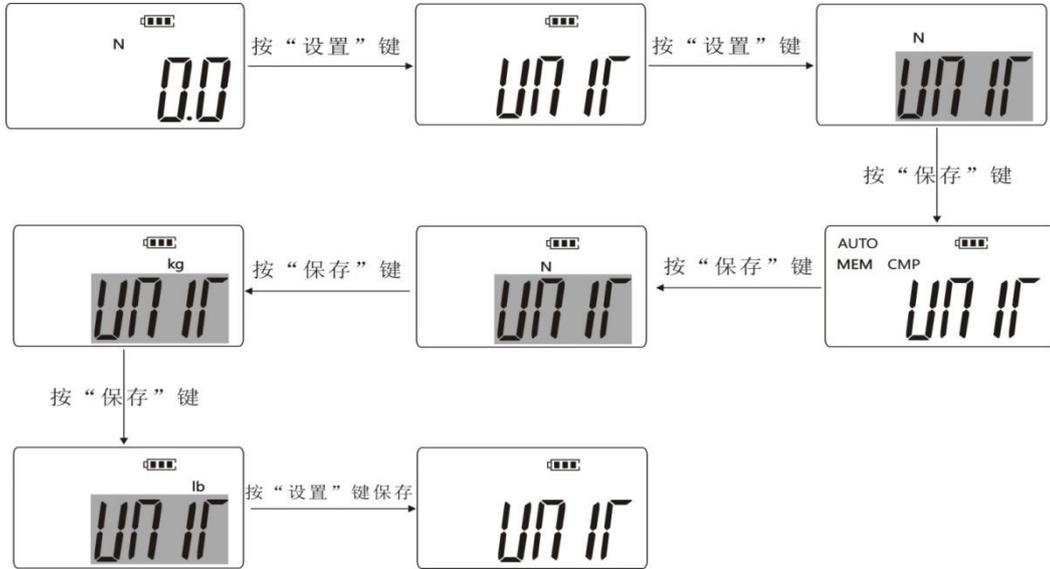

图6
3.2.1 *UNIT* (UNIT)单位设置：开机后，进入测量界面，按“设置”键进入设置界面，再按一次“设置”键进入单位设置中，按下“保存”键进行单位选择，选择所需的单位后，按“设置”键保存并退出到设置界面。如图6所示：